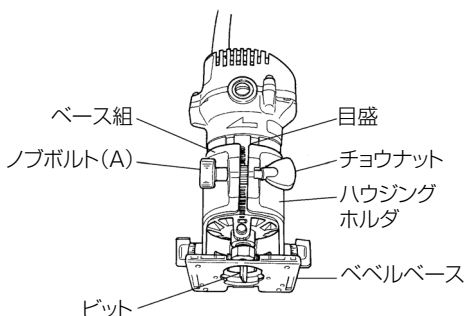

図 8
- (1) ベース組のチョウナットをゆるめます。
- (2) ノブボルト(A)を回し、ベース組を上下に移動させ、ベベルベース先端とビットの先端を合わせます。(図8)